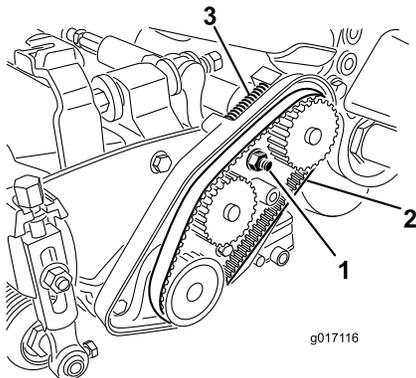

Figura 45
- A. Afloje la tuerca de montaje del alojamiento del cojinete (Figura 45).
- C. Limpie cualquier residuo dentro del compartimento de la correa y alrededor del muelle de compresión (Figura 45).